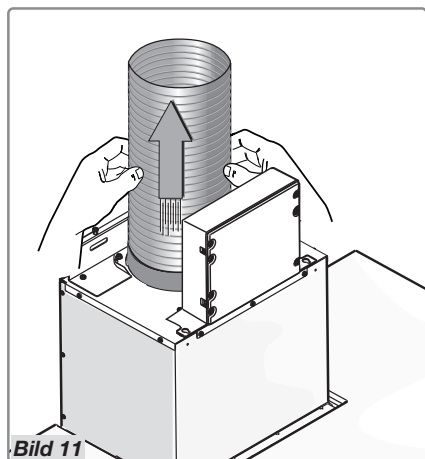

Bild 11
- Anslut flänsen till luftutsläppet med ett rör (Bild 11).